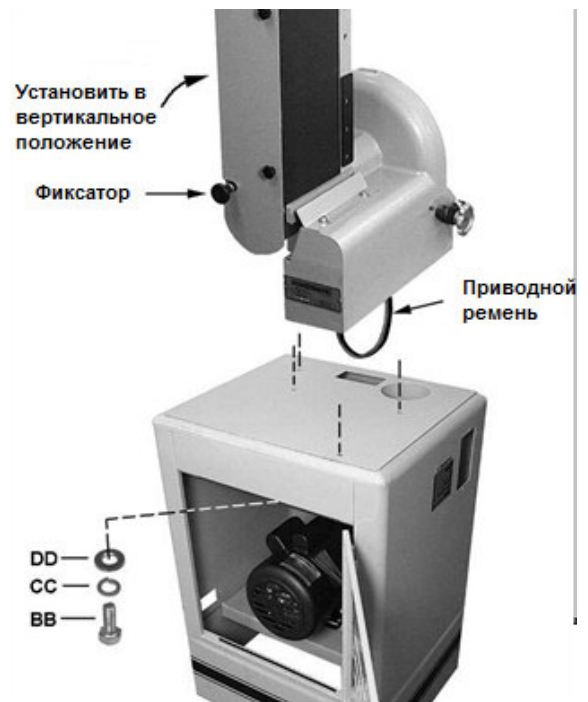

Рис. 5
См. Рис. 5:
2. Поставка станка производится при горизонтальном положении ленточного механизма. Потяните фиксатор и установите механизм в вертикальное положение (см. Рис. 5). Вертикальное положение механизма позволит лучше отбалансировать станок при установке на основание. Верните фиксатор в прежнее положение и убедитесь, что ленточный механизм зафиксирован.
3. Установите станок на основание строго, как показано на рис. 5. Также удостоверьтесь, что свободный конец приводного ремня под диском протянут через прямоугольное отверстие в основании.
4. Прикрутите станок к основанию с помощью четырех винтов с шестигранной головкой M8 x 25 (ВВ), четырех стопорных шайб M8 (СС) и четырех плоских шайб M8 (DD). ПРИМЕЧАНИЕ: сначала закрутите винты вручную. После установки всех четырех винтов окончательно затяните их с помощью ключа 13 мм.